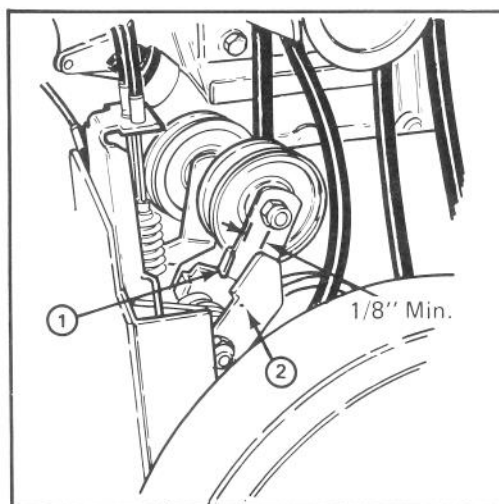

Abbildung 19
1. Die drei (3), die Riemenabdeckung am Motorrahmen befestigenden Kopfschrauben entfernen und die Abdeckung auf den Kabeln nach oben schieben.
2. Leitrad- und Bremseinstellung überprüfen. Der Mindestabstand zwischen der Zunge am Gebläselenkzwischenhebel und Bremshebel (Abb. 19) sollte 3 mm betragen. Ist der Abstand weniger als 3 mm, ist der Riemen auszutauschen.